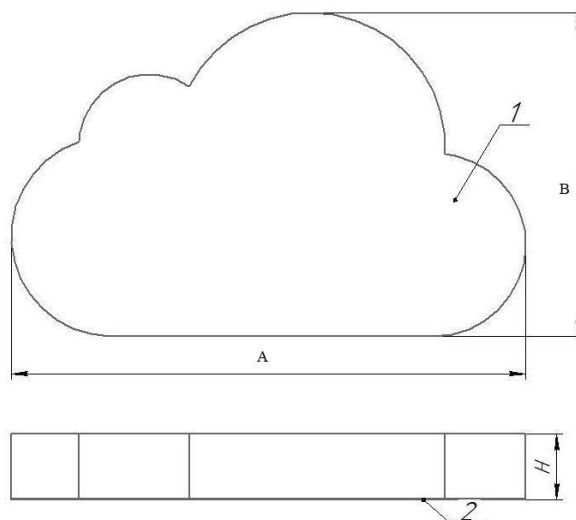

Рисунок 1 - Общий вид светильников серии DCO33 Horizon Cloud
5.7 Снимите защитную пленку с корпуса и рассеивателя поз.1 (рисунок 1)